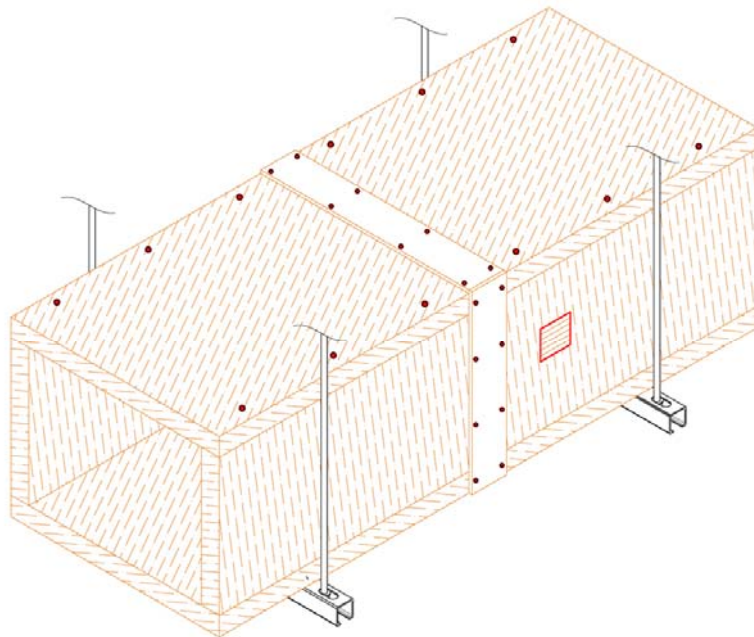

Рис. 7
8. Осуществить монтаж вентиляционных блоков Tehstrong VB согласно указаний проекта (рис. 7). Вентиляционные блоки можно врезать в уже собранный короб или монтировать вместе с одной из стенок короба. Технология монтажа состоит из следующих операций: